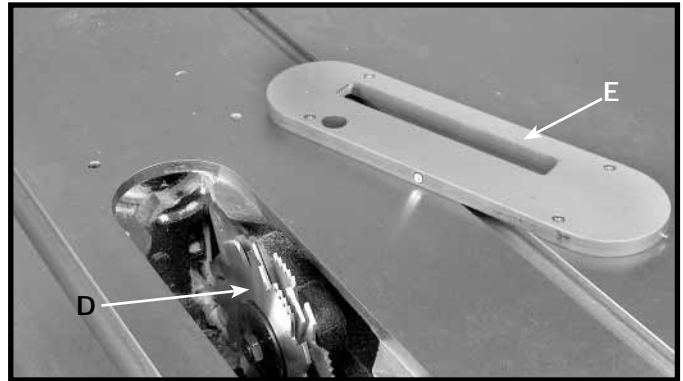

Fig. S20
⚠ ADVERTENCIA El inserto para mesa del juego de cabezales para ranuras (E), Fig. S20 debe utilizarse en lugar del inserto estándar.
2. Sujete el juego de cabezales para ranuras (D), Fig. S20, al eje de la sierra. **NOTA: Si la tuerca del eje no se ajusta completamente a la rosca en el eje, retire la brida externa del eje y ajuste la tuerca del eje contra el cuerpo del juego de cabezales para ranuras. No pierda la brida externa del eje. será necesaria al reajustar una hoja al eje.**